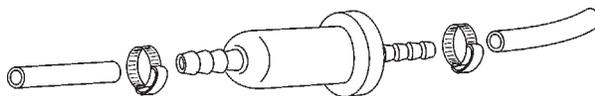

Figure 15. Filtre à carburant (typique)
- Remplacer le filtre à carburant du moteur (figure 15) toutes les 200 heures.